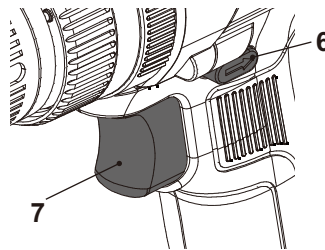

Fig. 17
- > Éteignez le produit en relâchant l'interrupteur marche/arrêt (7) (Fig. 17).